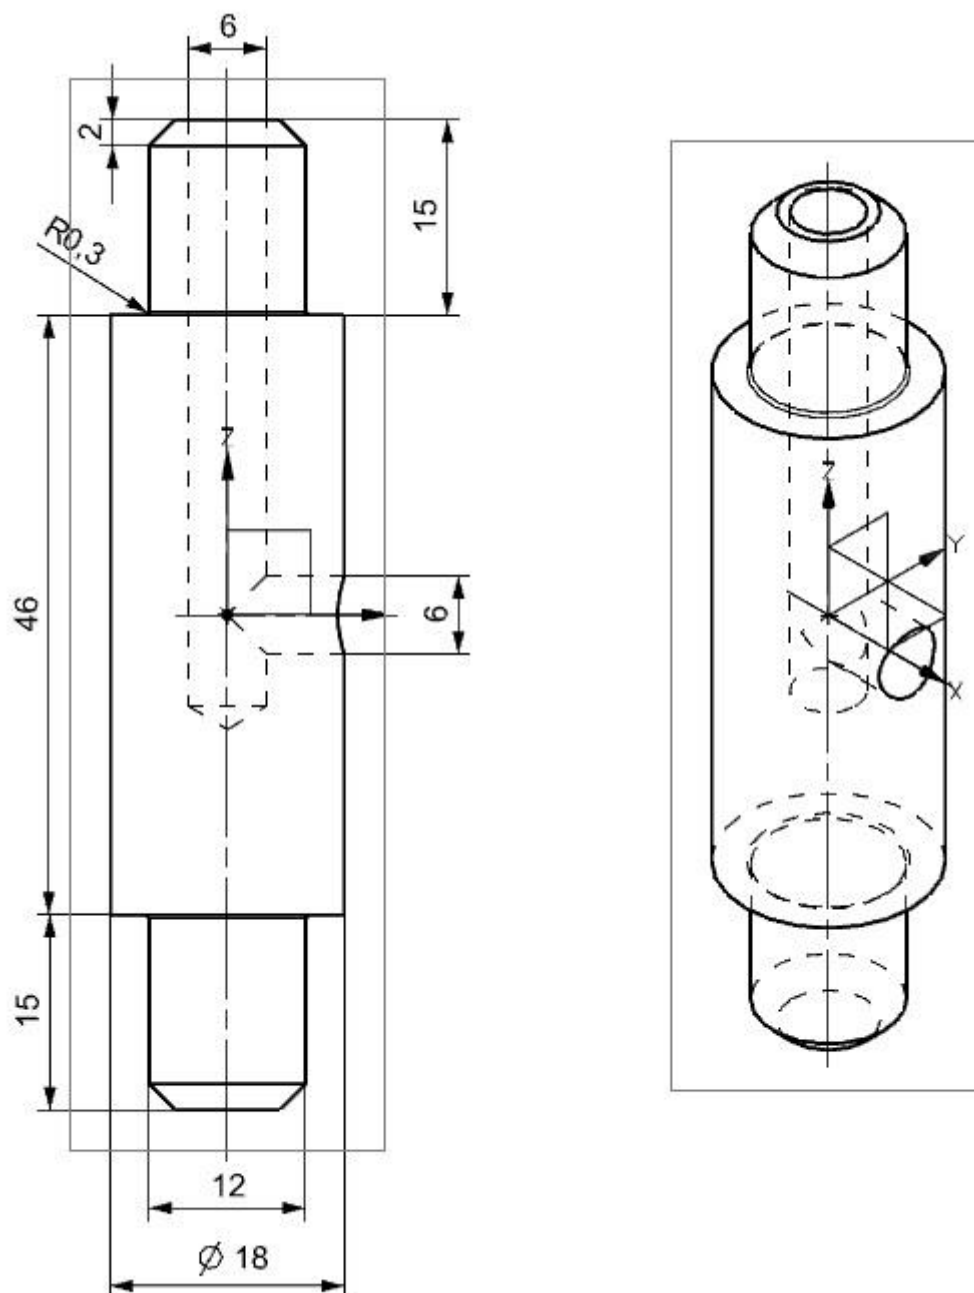

Рисунок 53 – Прозрачный вид модели «Вал»
5. Построить методом вращения модель «Вал», добавить сквозные отверстия, скругления, фаски (см. Рисунок 53).